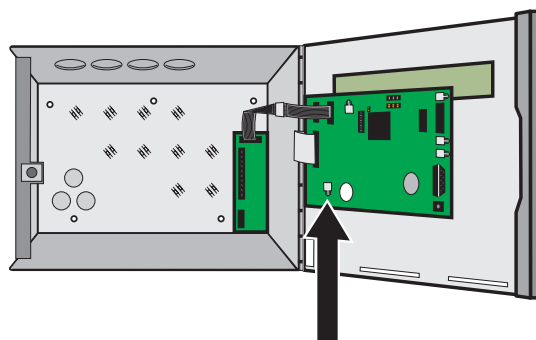

Figura 11 - Puente de acceso a munús internos (KS)
- Algunas funciones están disponibles solo a nivel de acceso 2 (Llave en ON para el ZXR50A). Para habilitar el nivel de acceso 2 en el repetidor pasivo ZXR50P, que no tiene llave, debe realizar un puente entre los terminales del conector de acceso (KS) en la placa de puerta (Vease Figura 11). Esta operación la realiza exclusivamente el instalador para operaciones de configuración del equipo y debe desconectarse el puente al terminar.